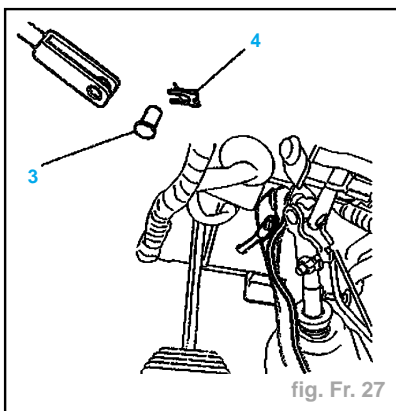

fig. Fr. 27
- Déposer l'axe (3) maintenu par une agrafe élastique (fig. Fr. 27).